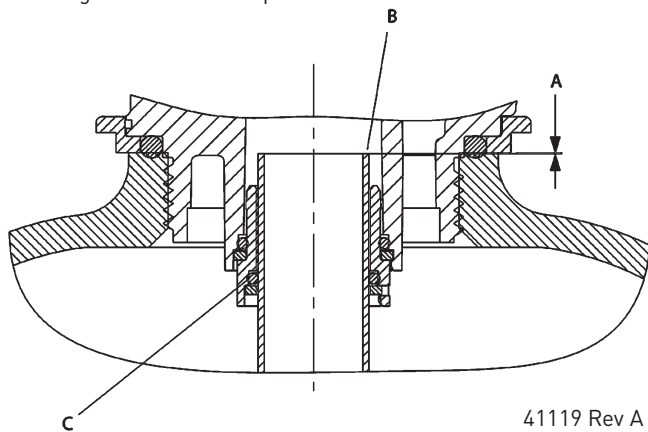

Figura 1
3. Consulte la Figura 1. Corte el tubo distribuidor de 1.05" (2.6 cm) al ras con la parte superior del tanque (A). Quite las rebabas del exterior del tubo (B) después de cortar. Lubrique la junta tórica (C) con grasa que no sea a base de petróleo.